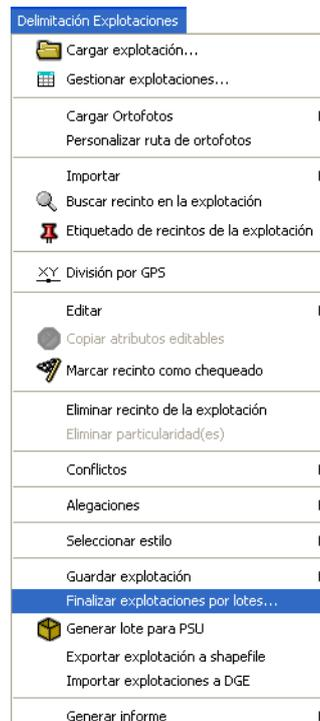

Fig. 80-3
- **Finalizar Explotación por lotes:** Mediante esta opción se permite la finalización masiva de explotaciones (Fig. 80-3).